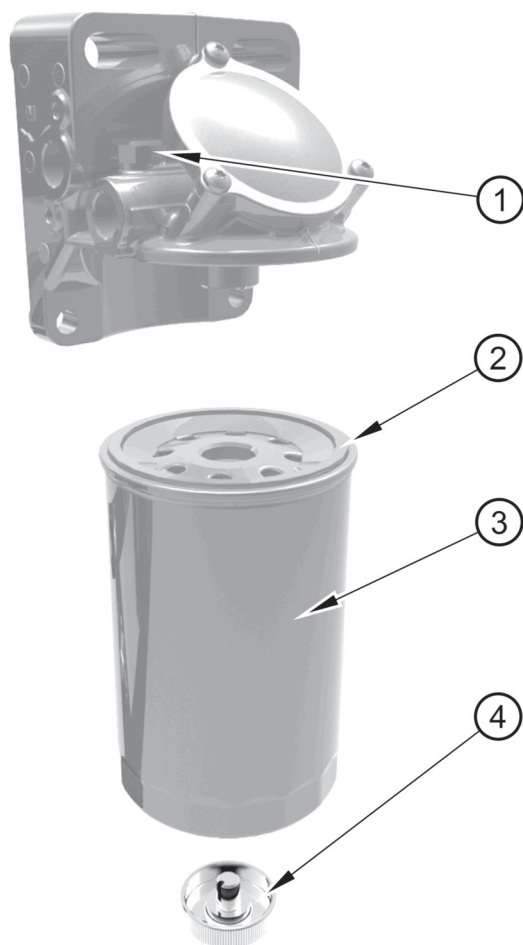

Abbildung 28
3. Legen Sie ein weiches Tuch auf die Entlüftungsschraube am Filter (Abbildung 28, Nummer 1). Öffnen Sie die Entlüftungsschraube, um den Druck abzulassen, der sich im Kraftstoffsystem befinden kann.